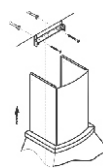

рис. 7
- сделайте отметку по верхнему краю фальштрубы и проведите горизонтальную линию рис. 7 (фальштрубу опустите внутрь вытяжки);
- приложите кронштейн к стене, как показано на (рис. 7). Осевая линия кронштейна должна совпадать с осевой линией вытяжки, а верхний край с ранее проведенной горизонтальной линией